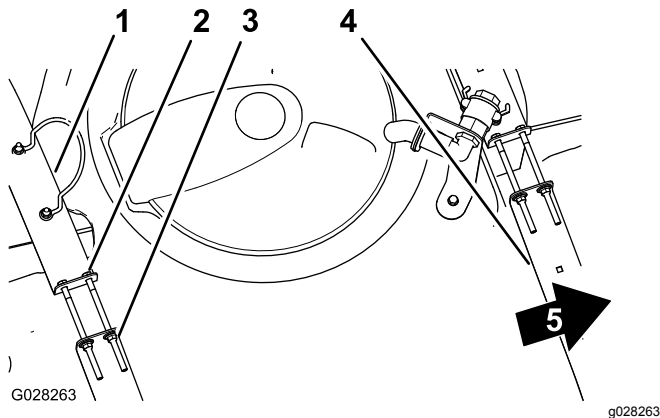

Bild 29
2. Prüfen Sie, ob Sie zwischen den Behälterriemen und dem Behälter eine Bewegung feststellen können (Bild 29).
3. Wenn die Behälterriemen lose am Behälter angebracht sind, ziehen Sie die Sicherungsbundmutter und Schrauben oben an den Riemen an, bis sie mit der Behälterfläche bündig sind (Bild 29).